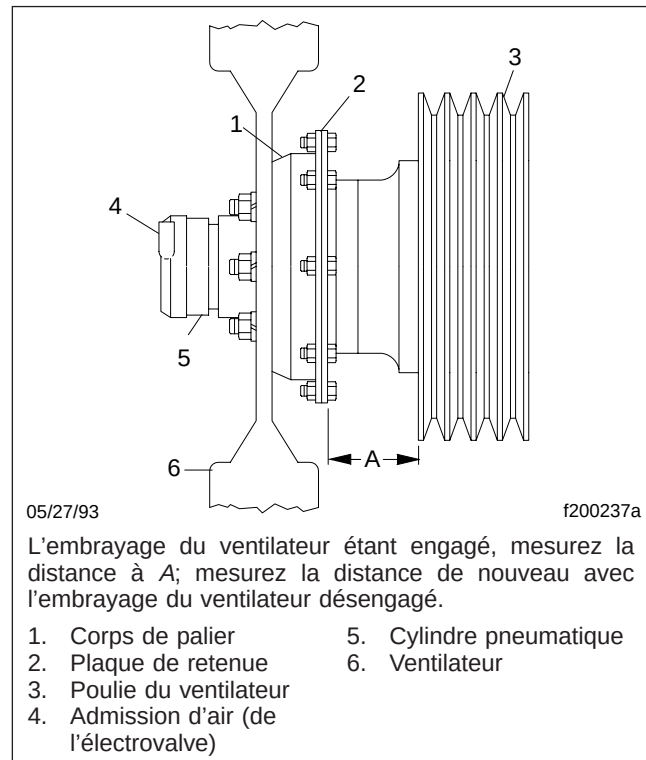

Fig. 4, Vérification de l'usure de garniture de l'embrayage du ventilateur Kysor K26RA
2. Mesurez la distance allant de la surface arrière de la plaque de retenue de l'embrayage du ventilateur au bord le plus à l'avant de la poulie de la courroie du ventilateur. Voir la **figure 4** - réf. A.